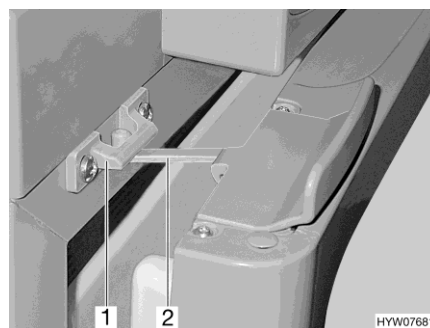

Fig. 151 Porta del frigorifero in posizione di ricircolo d'aria (Thetford)
- Aprire il bloccaggio (Fig. 151,2) e innestarlo nella sede di bloccaggio (Fig. 151,1). In questo modo la porta del frigorifero rimane poco aperta.